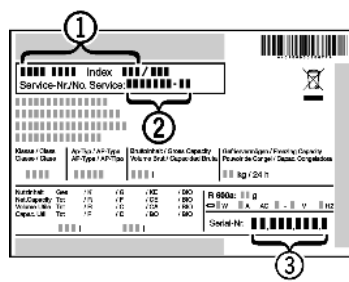

Fig. 11
- Наименование устройства *Fig. 11 (1)*, сервисный № *Fig. 11 (2)* и серийный № *Fig. 11 (3)* считайте с заводской таблички. Заводская табличка находится внутри устройства слева.
- Обратитесь в сервисную службу и сообщите вид неисправности, наименование устройства *Fig. 11 (1)*, сервисный № *Fig. 11 (2)* и серийный № *Fig. 11 (3)*.